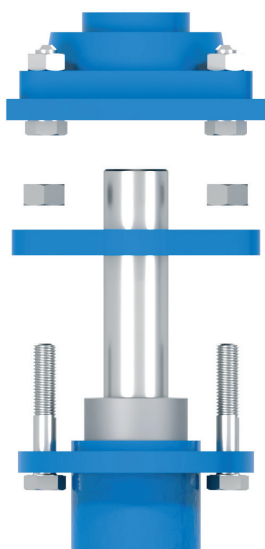

Abb. 6
- **Pneumatischer Stellantrieb mit Vierteldrehung:** Dieser ist bei dieser Art von Regelklappe (Abb. 6) am häufigsten anzutreffen und wird direkt auf der Antriebswelle montiert.
3. Eine beliebige Stopfbuchspackung auswählen und zunächst die Muttern des Pressflansches (26) herausdrehen, um den Flansch auf der Welle verschieben zu können und ihn von der Presshülse (27) zu trennen (Abb. 6)